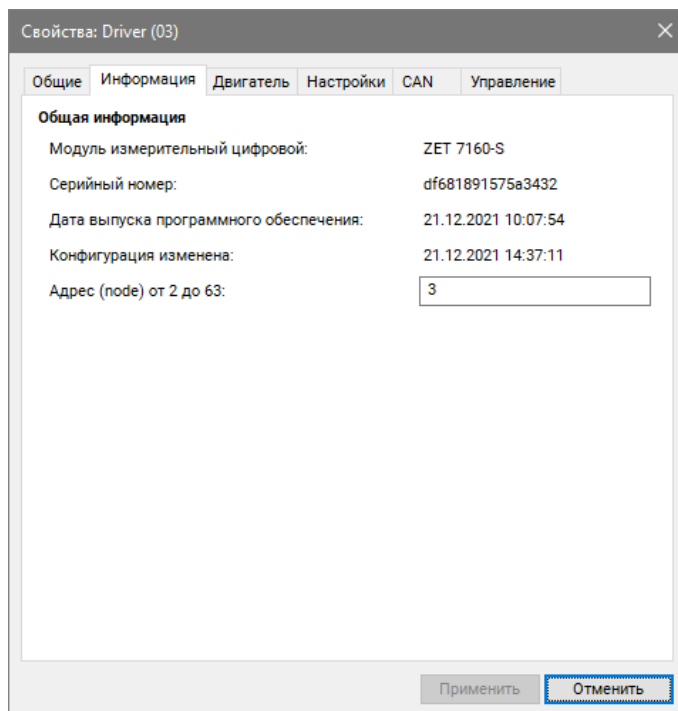

Рис. 2.9 Вкладка «Информация»
- во вкладке «Информация» в поле «Адрес (node от 2 до 63)» следует установить значение «3» (Рис. 2.9).